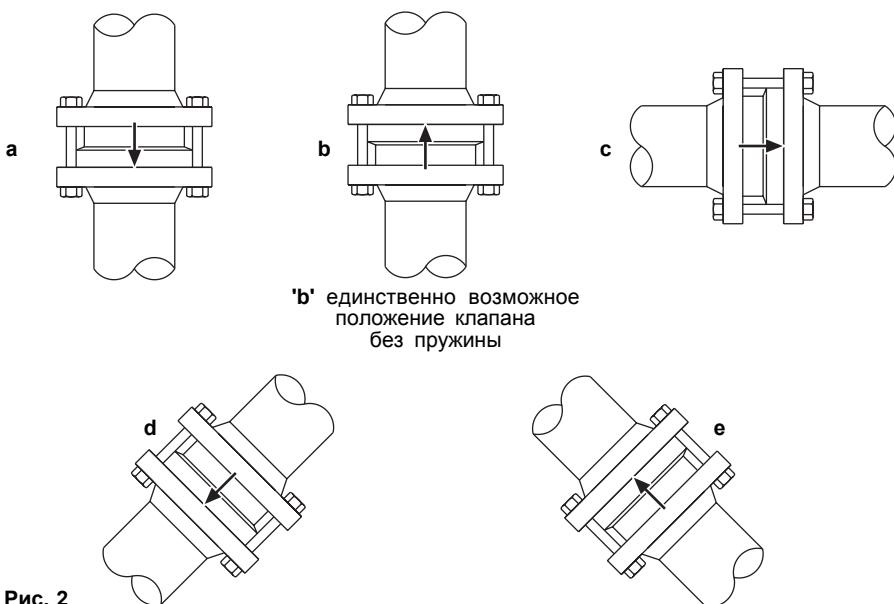

Рис. 2
- 3.5** Дисковые обратные клапаны просто зажимаются между двумя фланцами (см. Рис. 2). Должны использоваться две стандартные прокладки, длинные болты или шпильки.